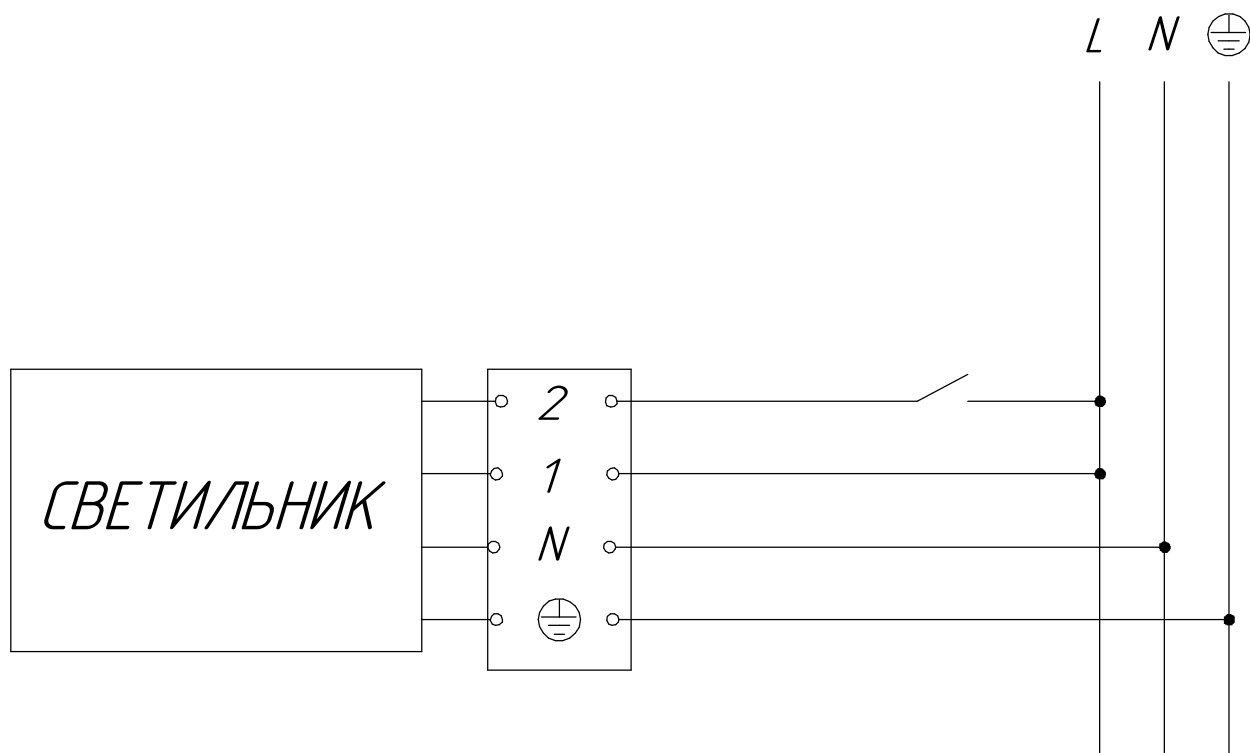

Рисунок 4 - Схема подключения светильников
5.3.4. Подключите сетевой провод к клеммной колодке в соответствии с указанной полярностью (см. рисунок 4 и 5).
5.5. Подключить сетевой провод к клеммной колодке в соответствии с указанной полярностью (см. рисунок 4 или 5).